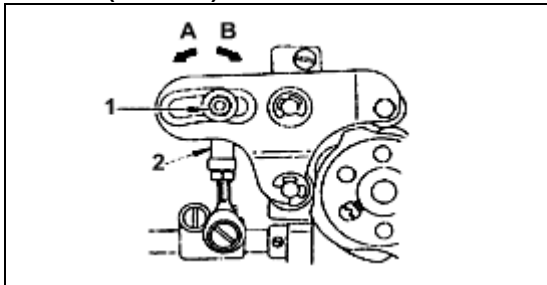

Fig. 23
Para regular o comprimento do ponto, incline a máquina para trás em suas dobradiças, afrouxe a porca de trava (1) e gire a haste (2), conforme necessário. (Fig. 23).